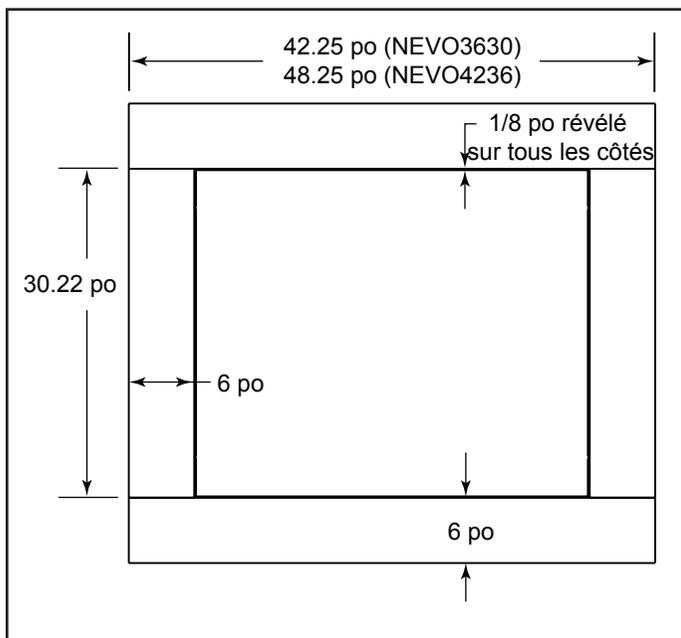

Figure 10.1 Dimensions pour coupe du marbre/granit
- Scellez les joints entre le mur fini et le dessus de l'appareil en utilisant un scellant de 300 °F minimum. Consultez la Figure 10.1.
- La Figure 10.1 montre les dimensions pour la coupe du marbre/granit si la moulure de finition optionnelle n'est pas utilisée.